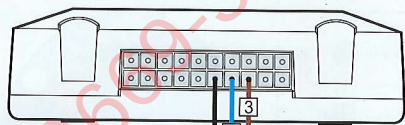

Рисунок 1
- Функция контроля левой лампы габаритных огней. Эта функция предназначена для одноститевой лампы, которая одновременно реализует функции габаритных и противотуманных огней, или стоп-сигнала и габаритных огней (см. рис. 1 и 2).